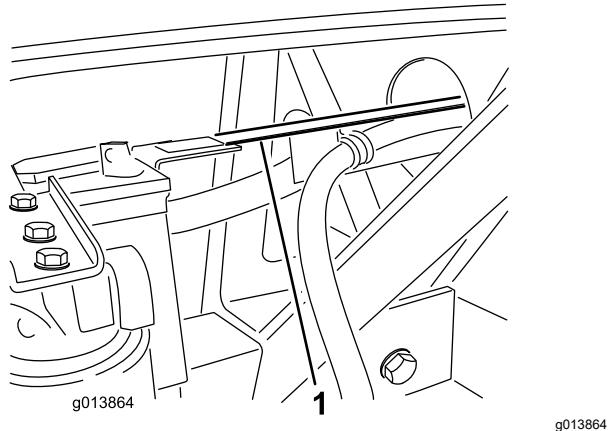

Рисунок 10
5. Направляющая шланга должна находиться на верхней части выступа вертикального плеча поддона аккумулятора (Рисунок 10).
6. Прикрепите направляющую шланга к выступу поддона аккумулятора, используя 2 болта ($\frac{1}{4} \times \frac{3}{4}$ дюйма) и фланцевые контргайки (Рисунок 10).